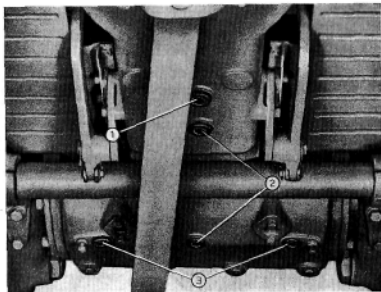

Fig. 41. - Tappi di scarico dalla scatola frizione motore, dalla scatola cambio e riduttore centrale e dalle scatole delle frizioni di sterzo.
**Ogni 80 ore di lavoro:** scaricare i depositi eventualmente accumulatisi sul fondo della scatola contenente la frizione, svitando l'apposito tappo inferiore (fig. 41).
**Ogni 80 ore di lavoro:** scaricare i depositi eventualmente accumulatisi sul fondo dei vani contenenti le frizioni di sterzo, svitando gli appositi tappi inferiori (fig. 41).